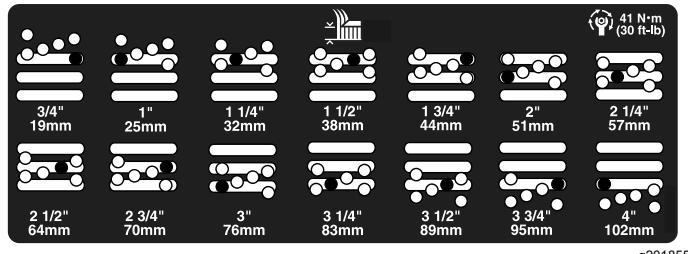

Figure 23
5. Placez la chambre à la hauteur de coupe voulue et mettez l'entretoise dans le trou et la fente correspondant à la hauteur de coupe désignée (Figure 23).